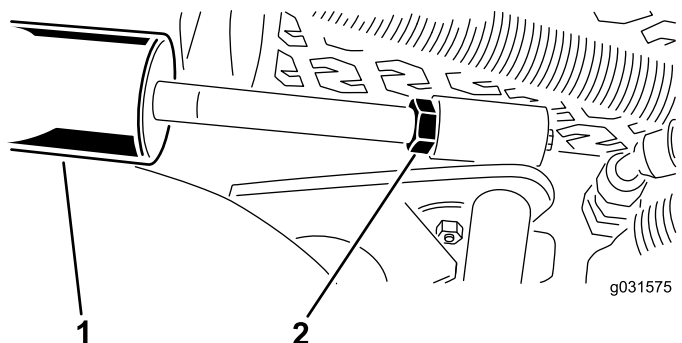

Figura 16
- A. Coborâți unitățile de tăiere i deurubai contrapiulia de pe cilindru (Figura 16).